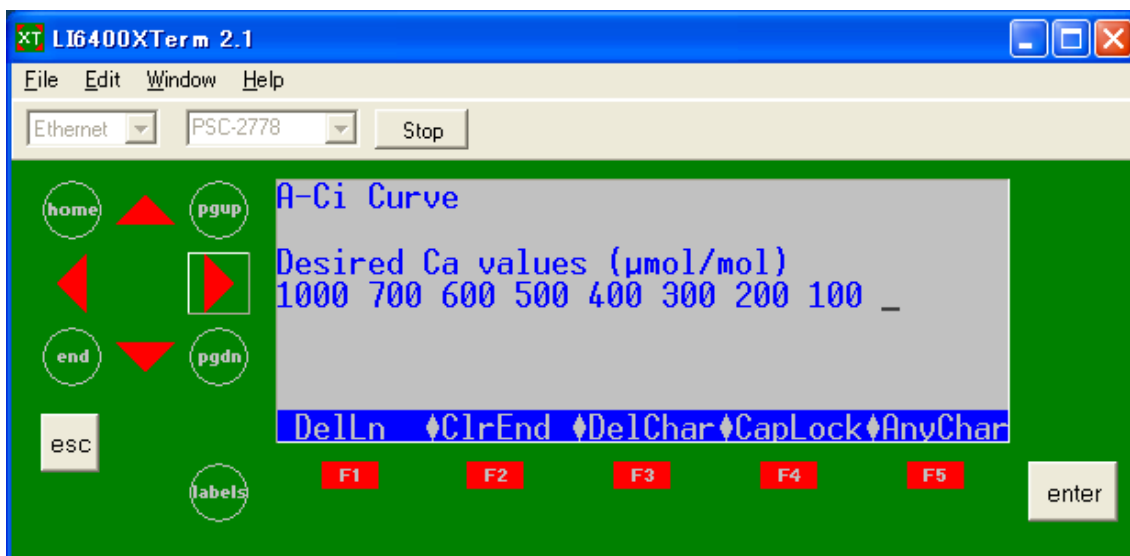

図 13 二酸化炭素濃度の設定
5)二酸化炭素濃度の設定値を入力する. 図 13 のように 1000, 700, 600, 500, 400, 300, 200, 100 の順にスペースを空け, 入力する. その後 Enter キーを入力する.